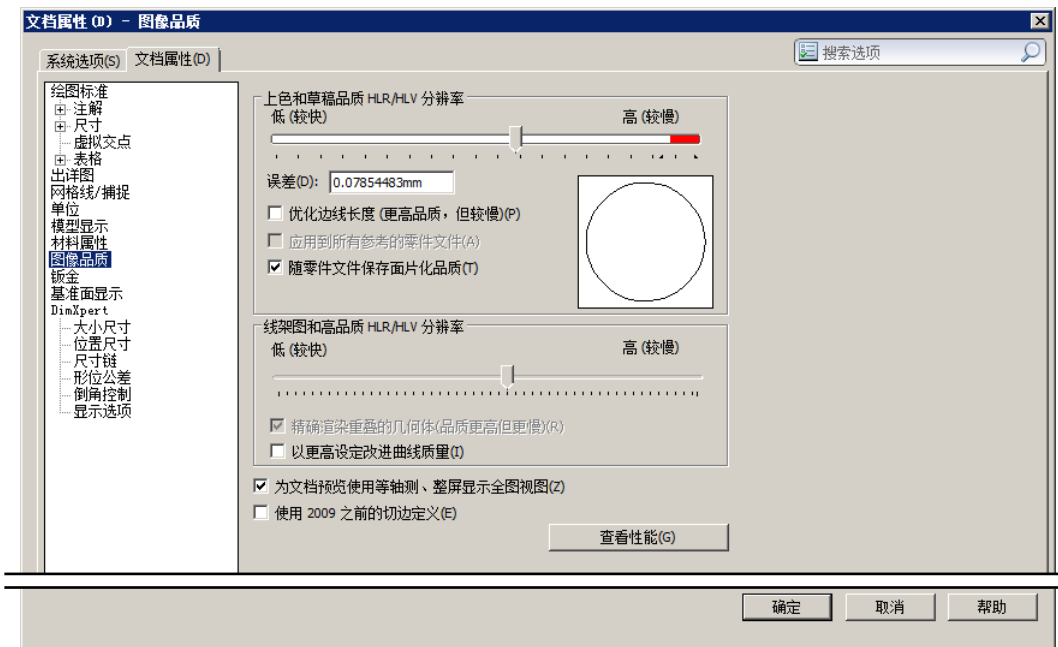

图 13.2.3 “文档属性 (D) - 图像品质”对话框
在“文档属性”对话框左侧列表区域中选中**图像品质**对象，系统弹出图 13.2.3 所示的“文档属性 (D) - 图像品质”对话框，在该对话框中可以对图像品质的各项参数进行设置。